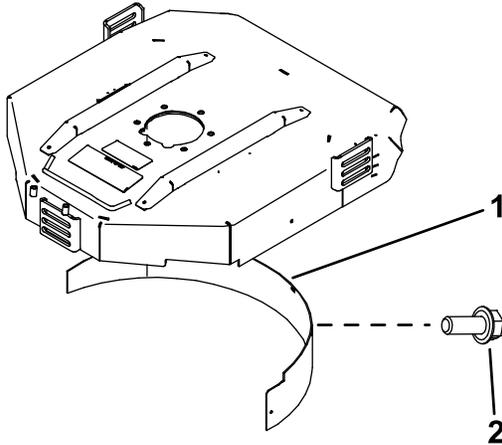

図 10
2. 後部の取り付け穴にマルチングバツフルを取り付け、フランジヘッドボルト 5 本で固定する 図 10。